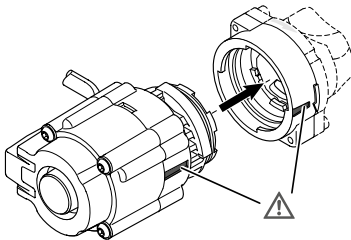

Fig. 13: Heatfixx-Pumpe auf Pumpenadapter aufstecken
- Schutzkappe am Pumpenadapter entfernen. Anschließend die dezentrale Pumpe auf den Pumpenadapter aufstecken (Fig. 13).